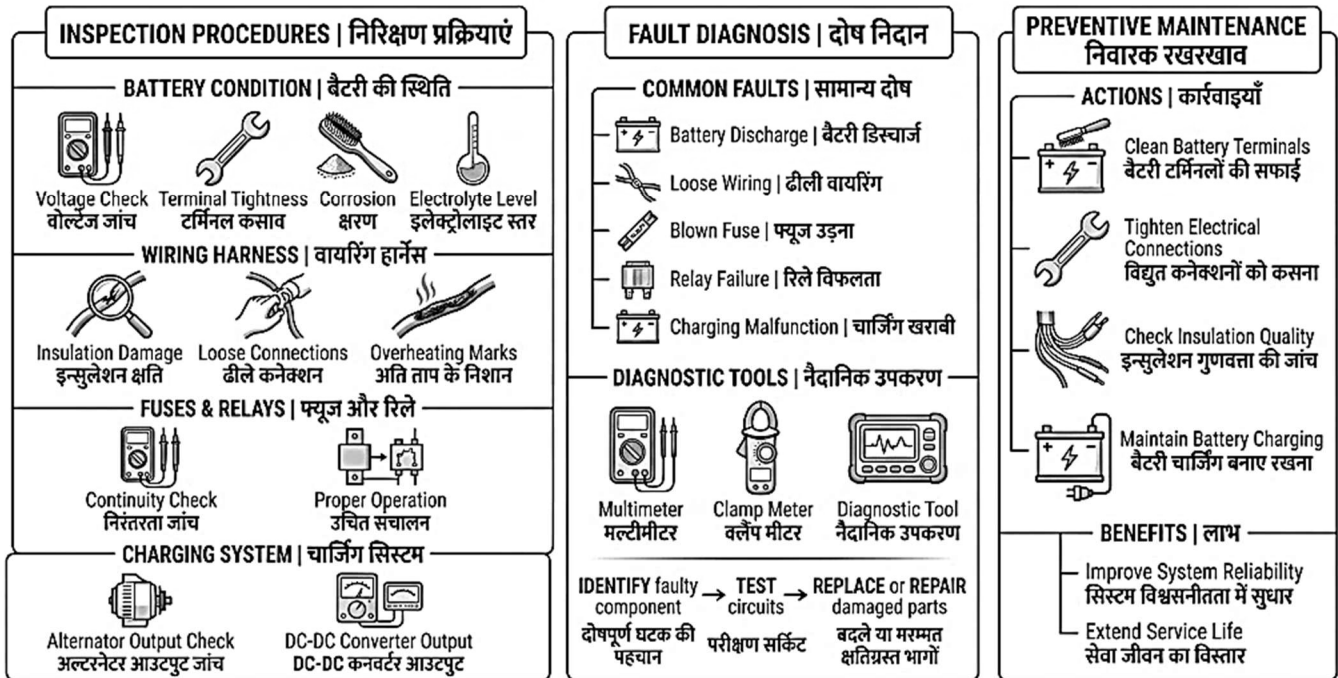

Fig. 7.6: Electrical Power Supply System Maintenance | इलेक्ट्रिकल पावर सप्लाई सिस्टम रखरखाव
7.6.1 Inspection Procedures (Fig. 7.6)
7.6.1 निरीक्षण प्रक्रियाएँ (Fig. 7.6)